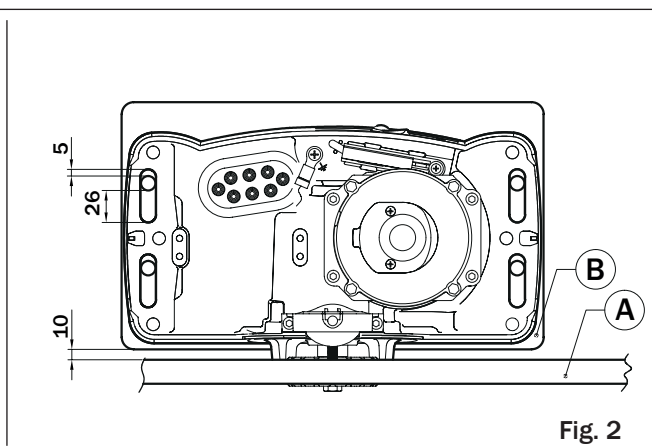

Fig. 2
- Posizionare il G30 sui 4 tiranti, come indicato in fig. 2. Se necessario, svitare i dadi della piastra di fondazione.
- Fit the G30 on the 4 anchor bolt, as shown in fig. 2. If necessary, undo the nuts on the foundation plate.